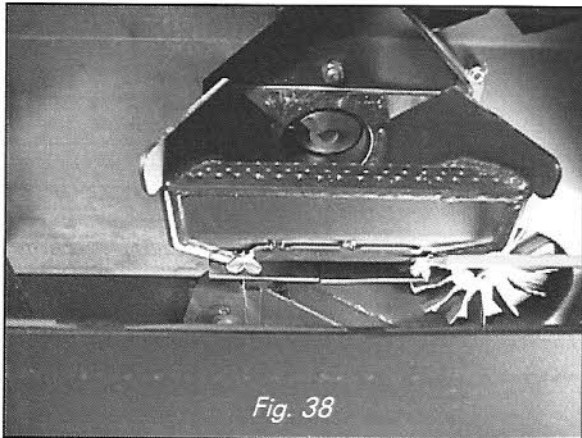

Fig. 38
1. Nettoyer toute la surface perforée du brûleur (y compris sur les côtés) en grattant vers la vis d'alimentation. (Fig 38). Il n'est pas nécessaire d'enlever les résidus, ceux-ci seront poussés automatiquement dans le cendrier par l'arrivée des granulés lors du prochain usage.
2. Desserrer les 2 vis papillons sur la face inférieure du brûleur. (Fig. 38)